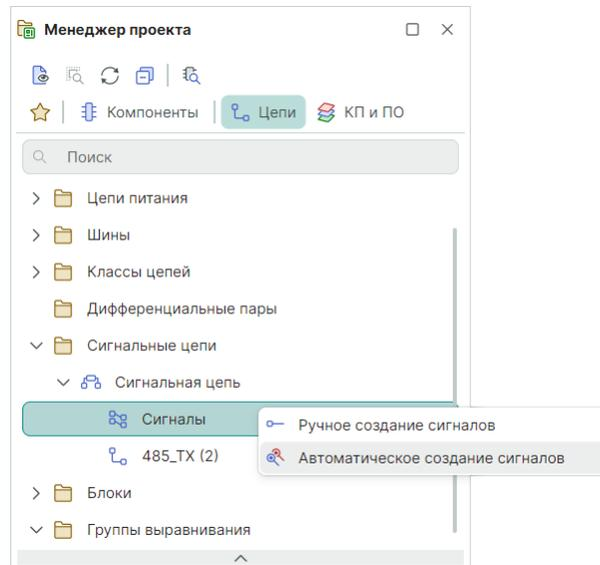

Рис. 150 Создание сигналов для выбранной сигнальной цепи в автоматическом режиме
1. В панели «Менеджер проекта» → «Сигнальные цепи» выберите сигнальную цепь, установите курсор на пункт «Сигналы», вызовите контекстное меню и выберите пункт «Автоматическое создание сигналов», см. Рис. 150.